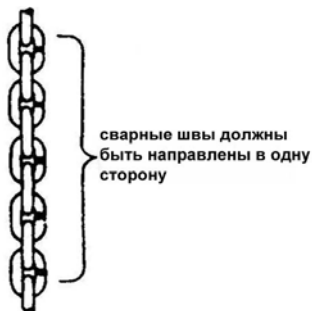

Рис. 3
5. Проверьте, чтобы цепь у нижнего крюка не перекручивалась. Все сварные швы должны быть направлены в одну сторону (Рис. 3).